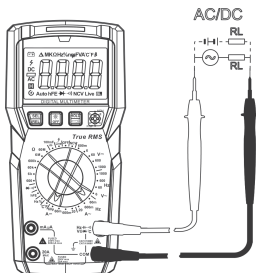

Рис. 10. Измерение переменного и постоянного тока
7.7. Измерение переменного и постоянного тока (см. рис. 10)